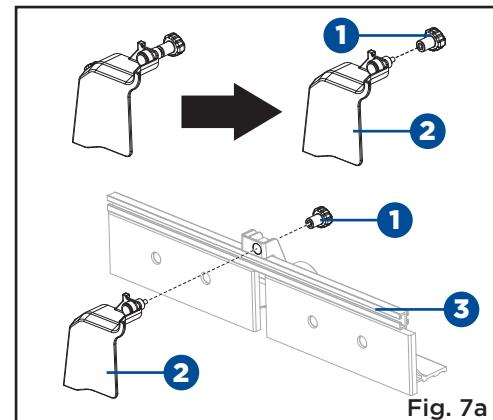

Fig. 7a
FIXATION DE L'ENSEMBLE DE GUIDE (fig. 7a-7b)
- Desserrez et retirez le bouton de verrouillage du protège-embout (1) du protège-embout (2) (fig.7a).